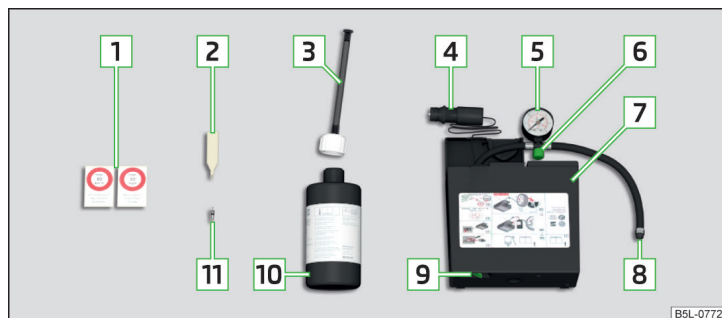

Fig. 178 Schéma du principe : Composants du kit de dépannage
Composants du kit » fig. 178
- Collez l'autocollant **1** » **fig. 178** à la **page 216** sur le tableau de bord dans le champ de vision du conducteur.
- Secouez énergiquement le flacon de produit de colmatage des pneus **10** » **fig. 178** à la **page 216** pendant quelques secondes.
- Vissez fermement le flexible de gonflage des pneus **8** » **fig. 178** à la **page 216** du gonfleur sur la valve du pneu.